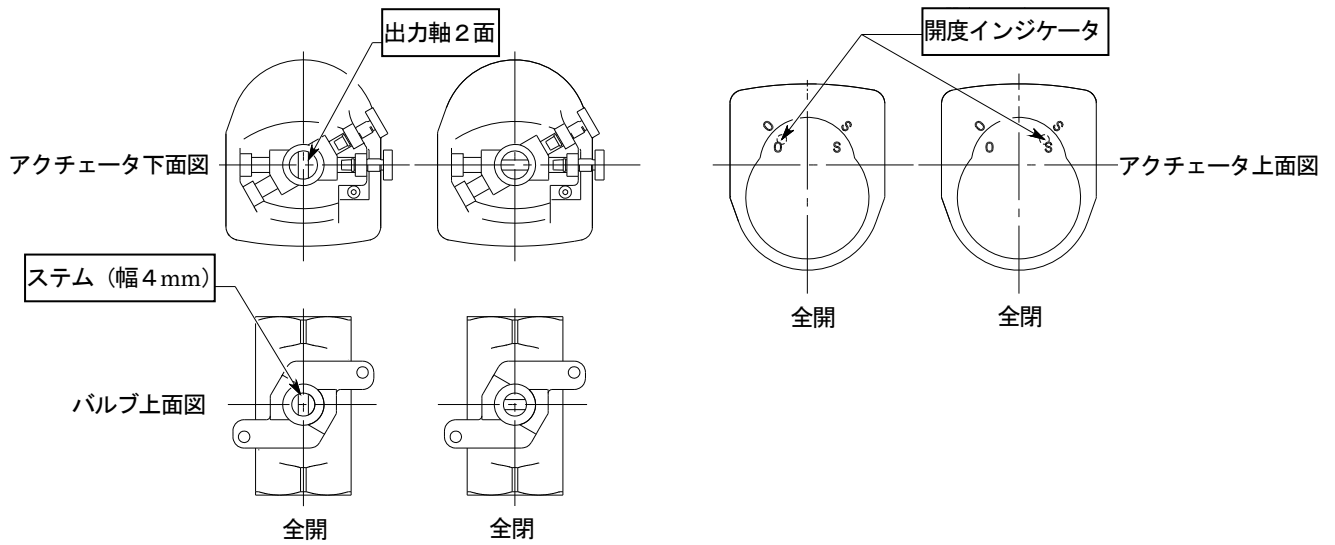

図23. バルブとアクチュエータの開度確認
- ① バルブとアクチュエータの開度が同じであることを確認してください。(図23.)
- ① バルブの開閉状態を確認ください。開閉状態は21項、図23. を参照ください。
- ② 21頁、図23. に示す、ステム部の寸法にあったスパナやモンキーレンチでバルブの開閉操作を行ってください。開閉方向に制限はありません。